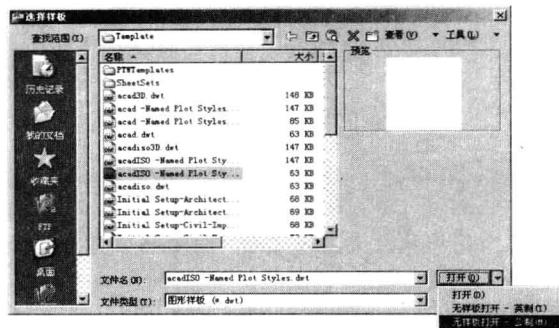

图 1-20 【选择样板】对话框
**步骤(1)** 单击菜单【文件】/【新建】命令，在打开的【选择样板】对话框中单击 按钮右侧的下三角按钮，从弹出的按钮菜单中选择“无样板打开-公制 (M)”选项，如图 1-20 所示，以创建一张无样板的公制单位空白文件。